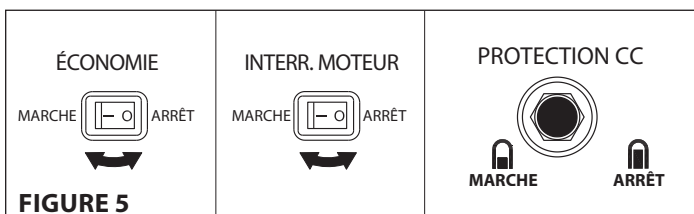

FIGURE 5
3. Mettre l'interrupteur du moteur en position **Marche**. **VOIR FIGURE 5**
2. Mettre l'interrupteur du moteur en position **Arrêt**. **VOIR FIGURE 5**